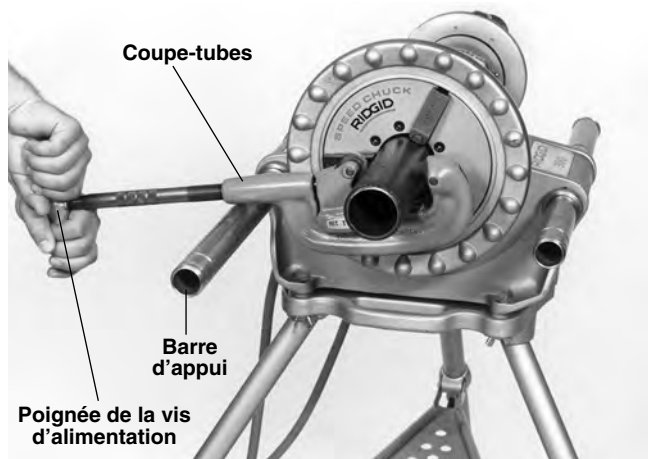

Figure 5 – Coupe des tuyaux à l'aide d'un coupe-tubes à main
2. Alignez les galets de coupe sur le repère de coupe du tuyau et reposez le bâtis du coupe-tubes sur la barre d'appui côté gauche (*Figure 5*). Serrez le coupe-tubes manuellement contre le tuyau en tournant la poignée de la vis d'alimentation, tout en gardant les galets de coupe alignés sur le repère.
- Prenez la poignée de la vis d'alimentation du coupe-tubes des deux mains (*Figure 5*) et tenez la pédale de commande appuyée avec votre pied gauche.